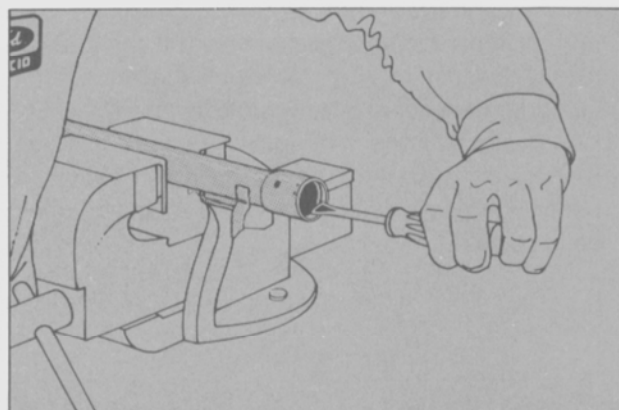

Fig. 8 - Desmontaje del buje de la cremallera.
- Extraer el buje de la cremallera alojado en el extremo de la carcaza más alejado del piñón. Esta operación sólo se debe realizar cuando el buje deba ser reemplazado. (Fig. 8).